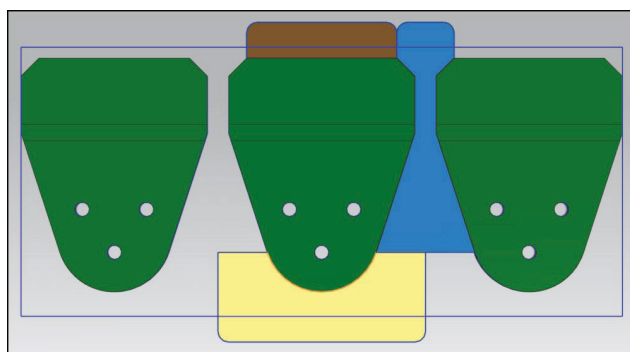

Рис. 5.14. Разделение и раскраска отходов
8. Проведите раскраску полученных отходов в синий, желтый и коричневый цвета. Выберите в разделе **Тип** задачу **Группировка**. В появившемся окне в разделе **Назначить цвет на одинаковые отходы** нажмите кнопку **Отход** и определите с помощью кнопки **Выберите цвет** и окна диалога **Цвет** раскраску отхода (рис. 5.14).